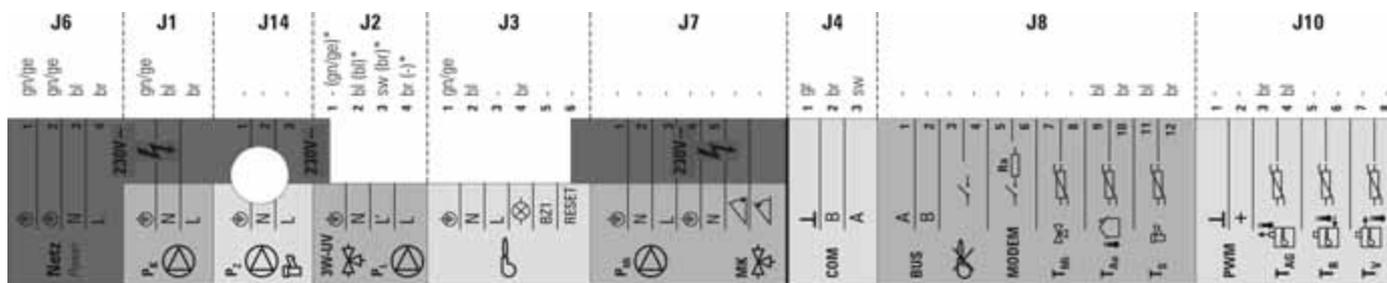

Figura 3-11 Disposizione dei collegamenti degli spinotti della scheda elettronica e colore dei cavi elettrici installati in fabbrica
- Connettere il cavo della sonda alla spina sonde J8 (vedere la Figura 3-11).